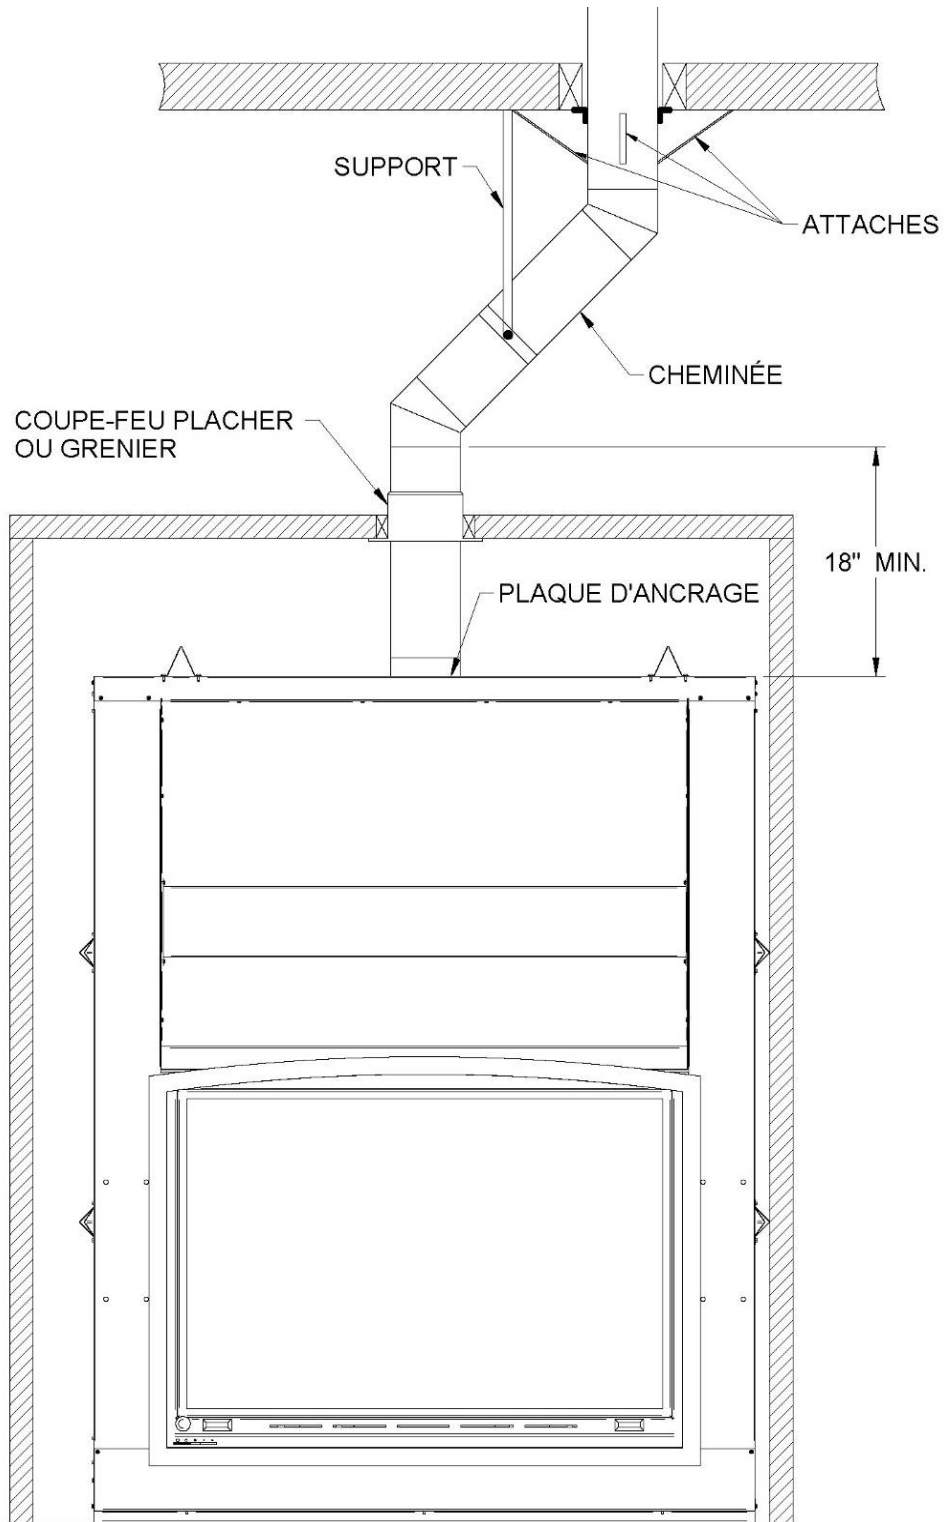

Figure 31
1. On doit avoir une longueur verticale minimale de 18" au départ du foyer avant de mettre une déviation/coude. Installez le premier coude; tournez-le dans la bonne direction. Fixez-le à la cheminée en suivant les instructions du fabricant de la cheminée. Dans de nombreux cas, il est recommandé de fixer les raccords à l'aide de trois (3) vis à métaux de ½" (12 mm).
2. Installez les sections de cheminée qu'il faut pour obtenir le décalage nécessaire. Verrouillez les sections de cheminée ensemble en suivant les instructions du fabricant de la cheminée. Dans de nombreux cas, il est recommandé d'utiliser trois (3) vis de ½" (12 mm). Si la section décalée comporte deux sections de cheminée ou plus, de nombreux fabricants de cheminées exigent que vous utilisiez un support de décalage ou de toit à moitié chemin du décalage. Si la cheminée traverse un mur, installez un coupe-feu mural fourni par le fabricant de la cheminée (**voir Figures 31 et 32**).